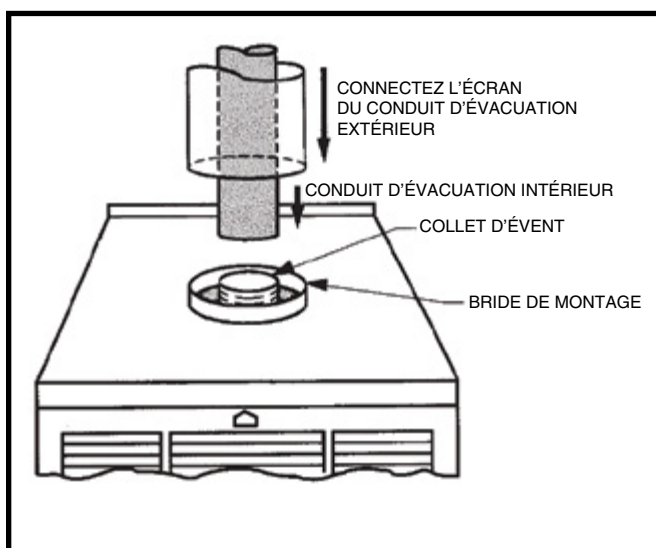

Figure 22. Branchement du tuyau d'air de combustion
3. Connectez le tuyau d'évacuation intérieur au collet d'évent de la fournaise. Voyez la Figure 22.
4. Connectez le tuyau d'air de combustion au collet de la fournaise avec une vis à tête. Voyez la Figure 22.